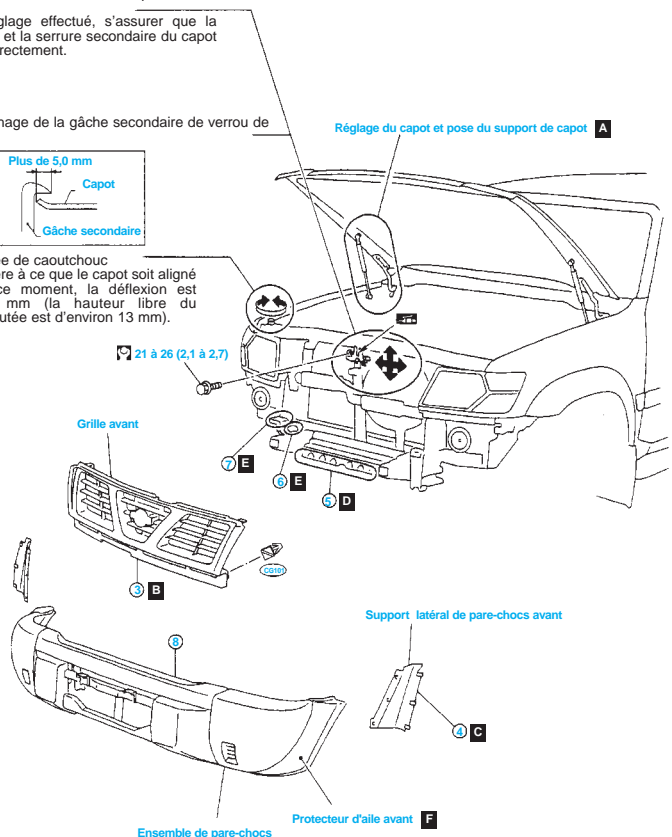

fig. Car. 2
- Voir (fig. Car. 1 et fig. Car. 2)
- Les clips qui fixent la grille avant et déposer la grille avant (B).
- Les vis et les boulons de fixations des supports latéraux gauche et droit de pare-chocs avant (C).
- Les boulons fixant la partie inférieure du pare-chocs à la tôle inférieure de protection du moteur (D).
- Les boulons de fixation des montants gauche et droit de pare-chocs avant (sans treuil) (E).
- Les boulons de fixation des montants latéraux gauche et droit de pare-chocs avant (E).